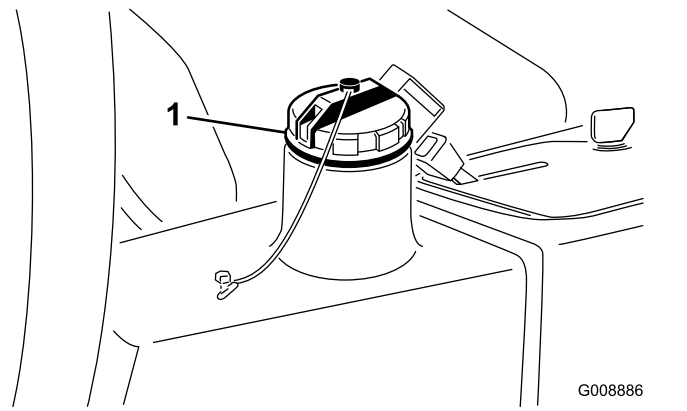

Bild 80
4. Füllen Sie den Behälter (Bild 80) mit ca. 13,2 Litern Hydrauliköl, siehe Prüfen der Hydraulikanlage \(Seite 26\).